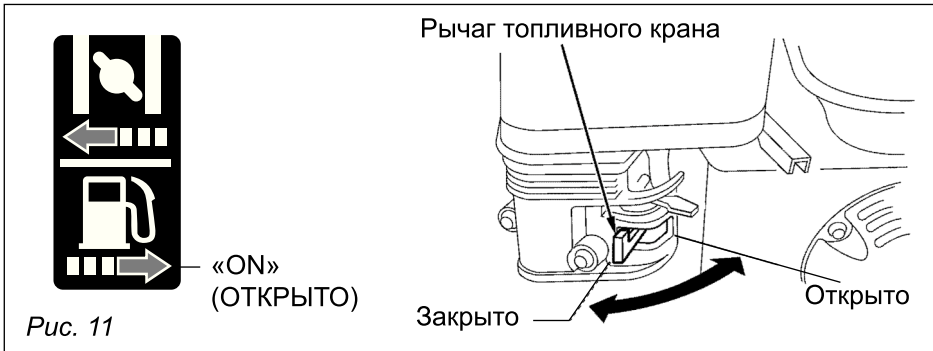

Рис. 11
Переместите топливный кран в положение «Открыто» (ON) и убедитесь, что нет утечки топлива (рис. 11).